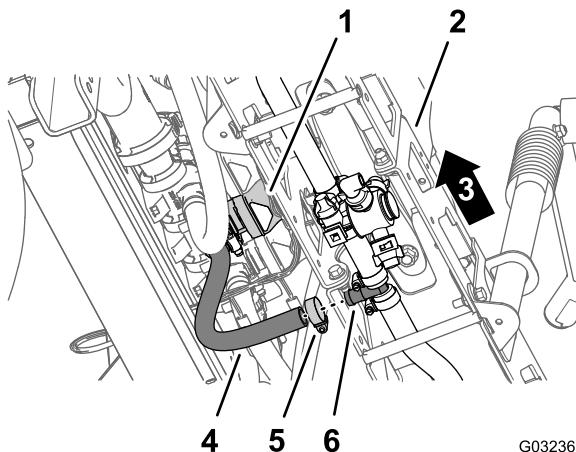

Figura 43
- Sotto la sezione della barra centrale, rimuovete la fascetta stringitubo che fissa il flessibile di alimentazione per la sezione delle barre al raccordo a T dentellato (Figura 43).